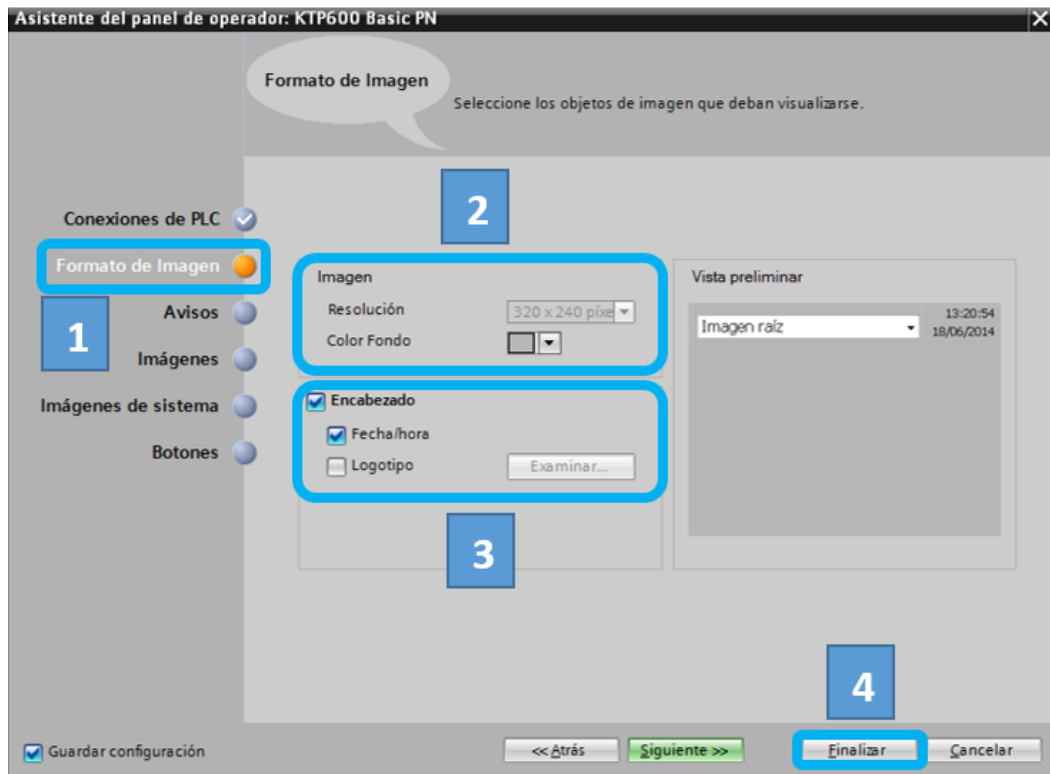
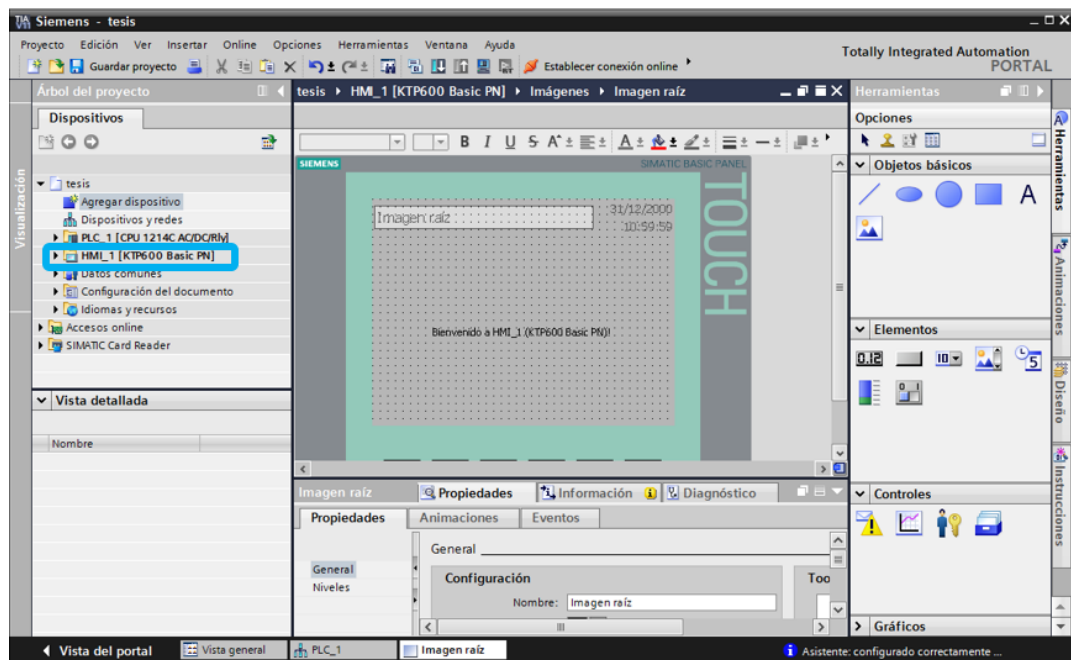

Figura 2.33: Configuración del Formato de Imagen.
Figura 2.34: Editor del HMI.
8. Dar clic en Formato de imagen, aquí se puede configurar la imagen y el encabezado que se desee para que se muestre en la TOUCH al encenderla como se indica en la figura 2.33, una vez realizados los cambios dar clic en Finalizar para que se agregue la TOUCH al proyecto como se indica en la figura 2.34.